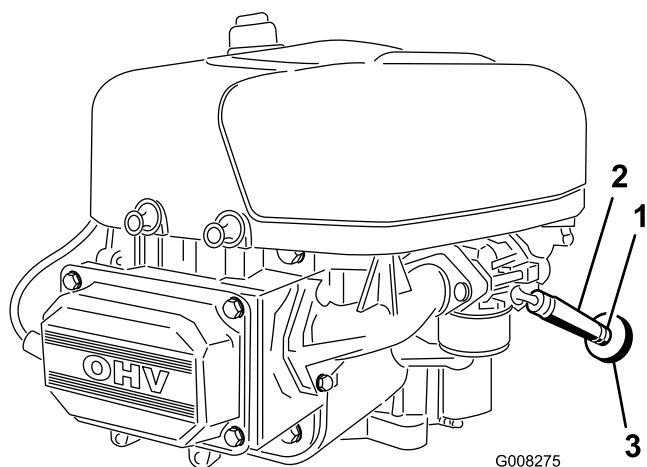

Figure 27
7. Desserrez le collier de serrage au niveau du filtre à carburant et éloignez-le du filtre en le poussant le long de la conduite d'alimentation (Figure 27).
8. Débranchez la conduite d'alimentation du filtre à carburant (Figure 27).
11. Rapprochez le collier de serrage du filtre pour fixer la conduite d'alimentation (Figure 27).
Le meilleur moment pour remplacer le filtre à carburant (Figure 27) est lorsque le réservoir à carburant est vide. Ne réinstallez jamais un filtre à carburant encrassé après l'avoir déposé de la conduite d'alimentation.